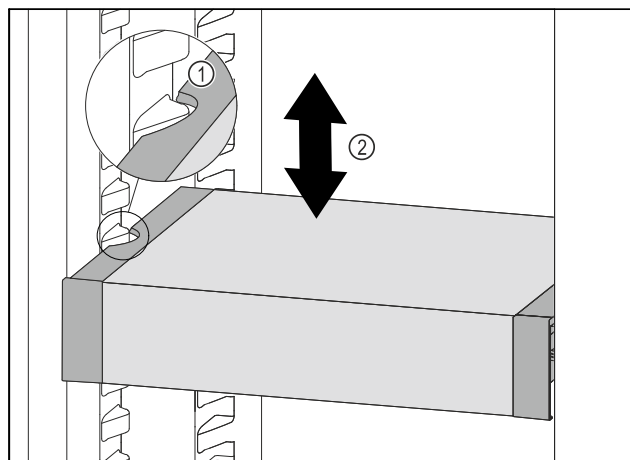

Fig. 111
- ▶ Тяните VarioSafe вперед, пока боковые выемки VarioSafe не окажутся на высоте выступа резервуара в холодильном отделении. Fig. 111 (1)
- ▶ Двигайте VarioSafe в холодильном отделении вверх или вниз, пока не будет достигнута требуемая высота. Fig. 111 (2)